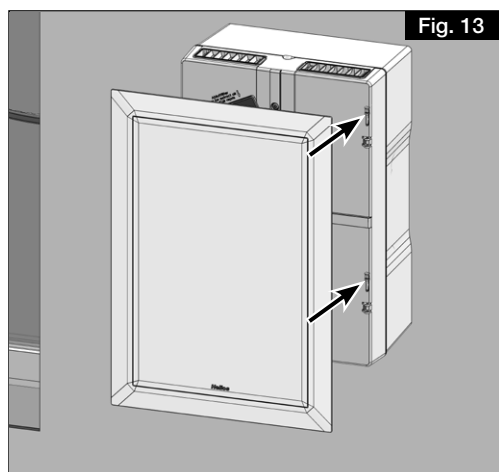
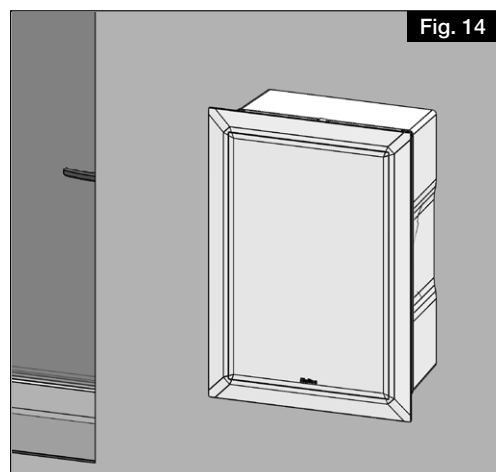

Fig. 13
Fig. 14
8. Fixer la grille à l'aide des clips de fixation au cadre (voir Fig. 13, Fig. 14). Les clips de fixation sont fournis dans un emballage individuel.